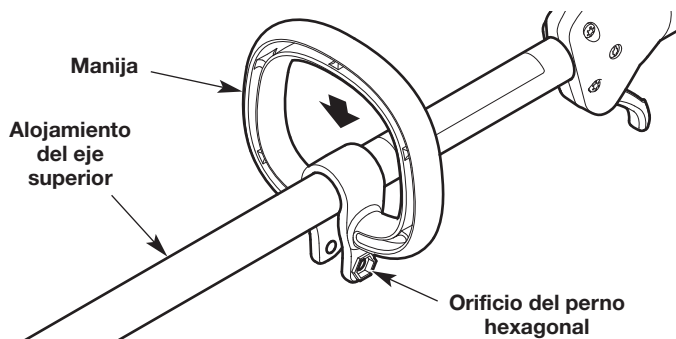

Fig. 6
1. Oprima la manija hacia abajo sobre el alojamiento del eje superior (Fig. 6). Asegúrese de que el orificio del perno hexagonal mire hacia la izquierda (Fig. 6).